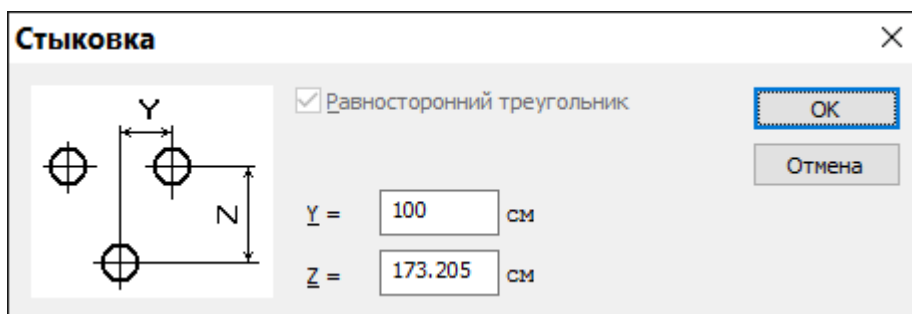

Рис.8.11. Диалоговое окно **Стыковка**
- В диалоговом окне **Стыковка** (рис.8.11) введите значение $Y = 100$ см (значение Z при установленном флажке **Равносторонний треугольник** вычисляется автоматически).